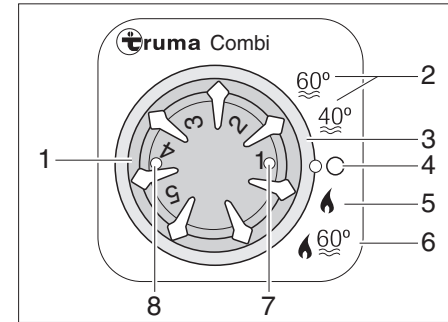

Bild 82 Kontrollenhet för värme/varmvattenberedare
- ▶ Respektive driftläge ställer man in med hjälp av vridströmställaren (Bild 82,3).
Vid driftstyp "värmesystem och varmvattenberedare" (Bild 82,6) värms även vattnet i varmvattenberedaren upp. Värmesystemet kan vara i drift med tom varmvattenberedare i driftstypen "värme utan varmvattenberedare" (Bild 82,5).
- ▶ Ställ temperaturvredet (Bild 82,1) på kontrollenheten till önskad värmenivå.
- ▶ Ställ vridomställaren (Bild 82,3) till vinterdrift "värme utan varmvattenberedare" (Bild 82,5) eller vinterdrift "Värme och varmvattenberedare" (Bild 82,6).
Den gröna kontrollampen (Bild 82,7) lyser.
- ▶ Ställ vridströmställaren (Bild 82,3) i läge "0" (Bild 82,4).